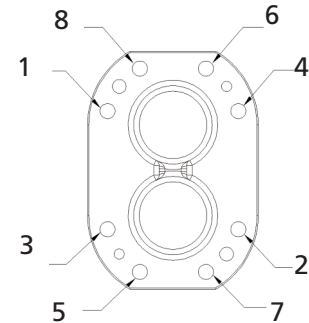

Figure 13. Bolt séquence de serrage
6. Faites glisser le couvercle sur la cheville de bois pin et de remplacer les vis. Autre vis de serrage de haut en bas et de droite à gauche (Cochez fig 13)
5. Serrer la vis selon la séquence boulon mentionnés à la figure 13.